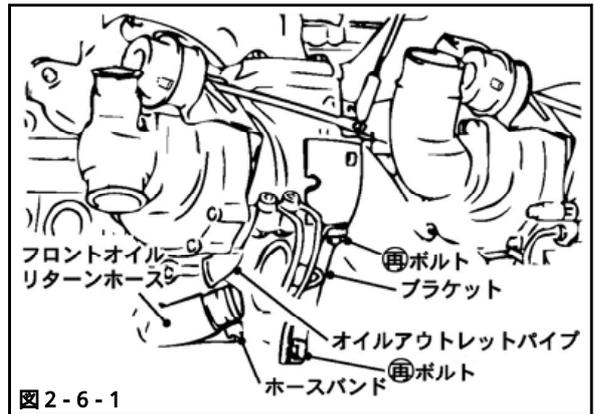
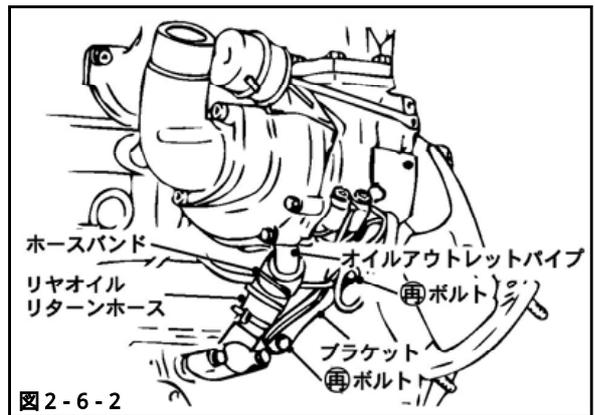

図2-6-1
図2-6-2
- (1) F, Rのオイルリターンホースをオイルアウトレットパイプに取付けてください。(図2-6-1, 図2-6-2)
- (2) F, RのターボチャージャAssyのブラケットを取付けてください。(図2-6-1, 図2-6-2)